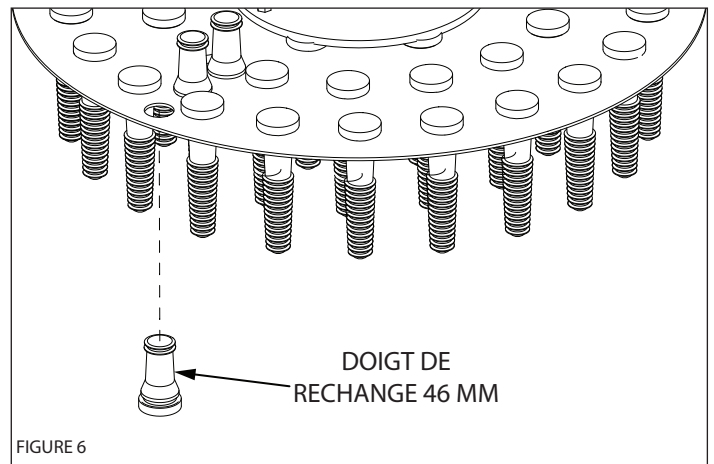

FIGURE 6
- Insérez 46 mm plumeuse doigt dans l'ouverture sur le dessous de plaque de plumes. (**VOIR FIGURE 6**)